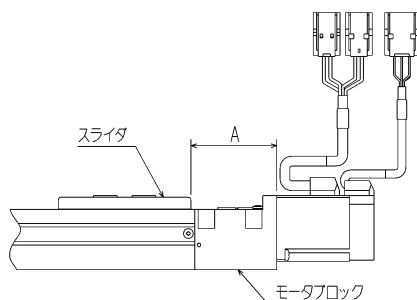
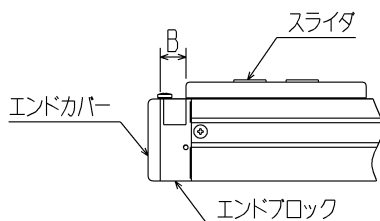

図 6.6-3
図 6.7-3
- (6) パラメータ 2 の原点復帰方式の値を “2” → “3” に変更設定してください。設定方法は KCA-25 取扱説明書 (基本編) 13.4.11 項を参照ください。
(7) 原点復帰動作を行い、原点復帰が完了（モータの回転が停止）した後にスライダ端面を手動でモータブロック端面から A の距離位置に移動させてください。（図 6.7-3 参照）
(10) 電源OFF→ON後、原点復帰をして図 6.6-3 の位置になることを確認してください。
(11) (3) の手順でステンレスシートを元のように組み立ててください。ステンレスシートは、たるみが生じないようにピンと張ってください。
- (7) 原点復帰動作を行い、原点復帰が完了（モータの回転が停止）した後に、スライダを手動で、エンドブロック端面から“B”の距離位置に移動させてください。（図 6.7-3 参照）
- (10) 電源OFF→ON後、原点復帰をして原点位置が、図 6.7-3 の位置になることを確認してください。
- (11) (3)の手順でステンレスシートを元のように組み立ててください。ステンレスシートは、たるみが生じないようにピンと張ってください。
- (11) 電源OFF→ON後、原点復帰を行い、停止位置が、モータ側原点の場合：図6.6-3の“A”寸法、反モータ側原点の場合：図6.7-3の“B”寸法になることを確認してください。
- (12) (3)の手順でステンレスシートを元のように組み立ててください。ステンレスシートは、たるみが生じないように張ってください。